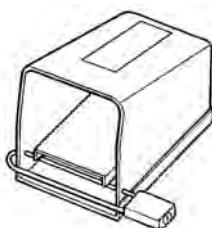

Figure 1 – Pédale de commande verrouillée
- Verrouillez la pédale de commande lorsque l'appareil ne sert pas (Figure 1).** Cela évitera les risques de démarrage accidentel.